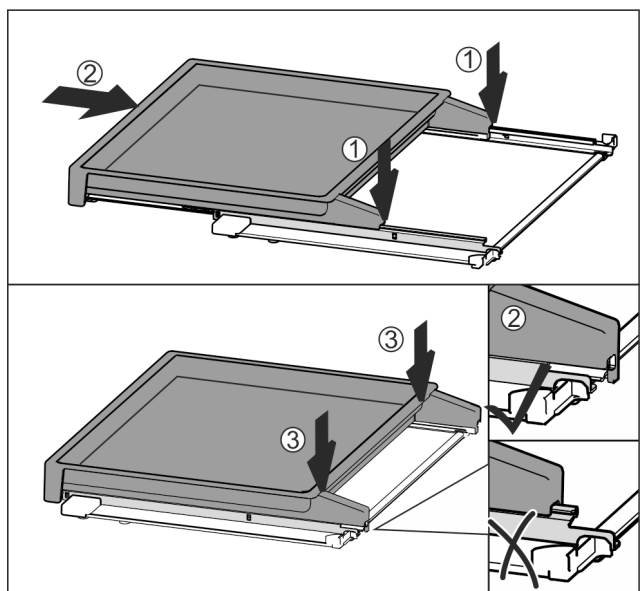

Fig. 113
- Appoggiare centralmente sulle guide Fig. 113 (1).
- Spingere completamente il ripiano estraibile Fig. 113 (2).
- Premere sul lato posteriore fino ad avvertire l'innesto Fig. 113 (3).